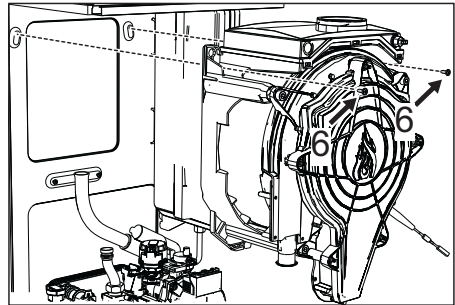

fig. 50
- Extraiga los dos tornillos superiores "6" que fijan el intercambiador al bastidor (fig. 50)